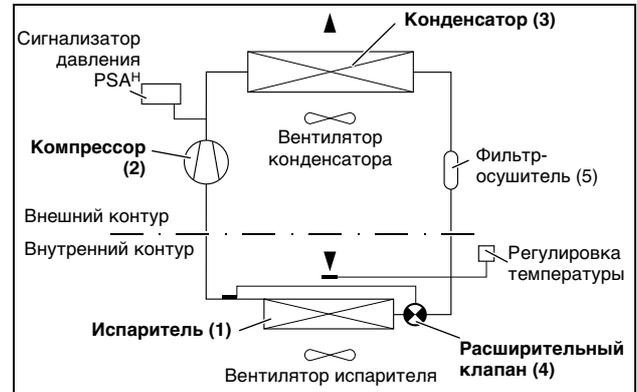

Рис. 2: Контур охлаждения
Холодильный агрегат (компрессорная холодильная установка) состоит из четырех основных компонентов (см. рис. 2): испаритель (1), компрессор (2), конденсатор (3) и регулировочный или расширительный клапан (4), которые связаны между собой при помощи трубопроводов.